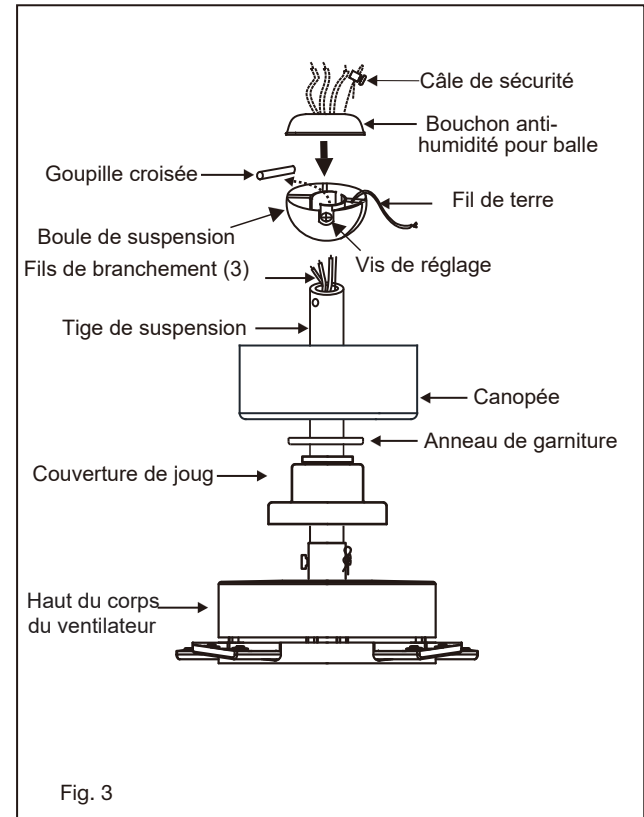

Fig. 3
- 6 Glissez le couvercle de l'étrier, l'anneau de garniture et l'auvent sur la tige de suspension. (Fig.3)
- 8 Faites passer les fils à travers les trous du capuchon anti-humidité de la balle en caoutchouc et faites glisser le capuchon vers le bas sur le dessus de la balle. (Fig.3)
- 1 Retirez la plaque murale existante et l'ancien interrupteur de la boîte de prise murale. (Fig. 3)
Un flux d'air VERS LE BAS crée un effet de refroidissement comme le montre la figure 3. Cela vous permet de régler votre climatiseur sur un réglage plus chaud sans affecter votre confort